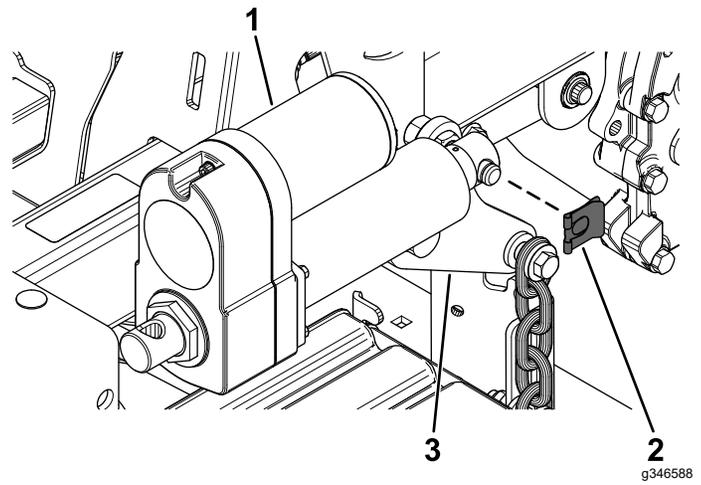

Figura 18
1. Sujete el actuador al brazo de elevación trasero con el clip (Figura 18).